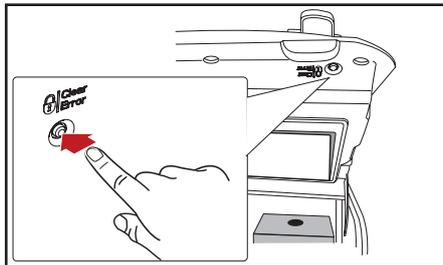

图 5.2 - 关闭饮水机
1. 打开饮水机门，按下锁/清除错误按钮（图5.2）锁住饮水机面板，当清洗外部零件时防止意外漏饮料或热水。